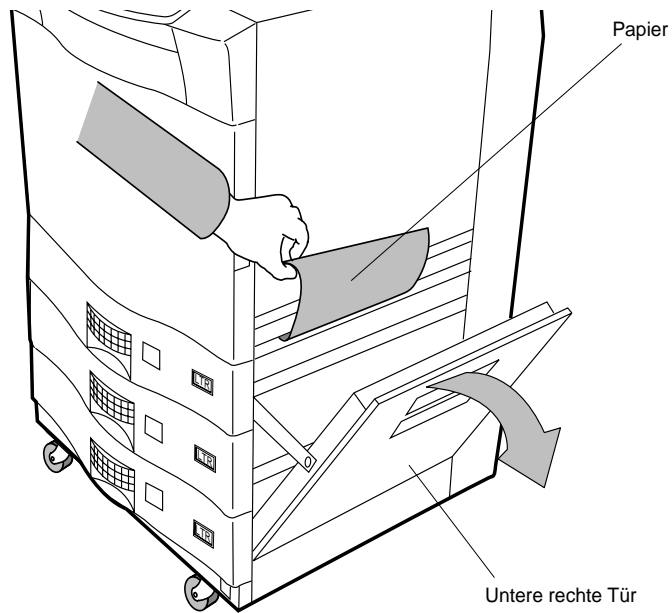
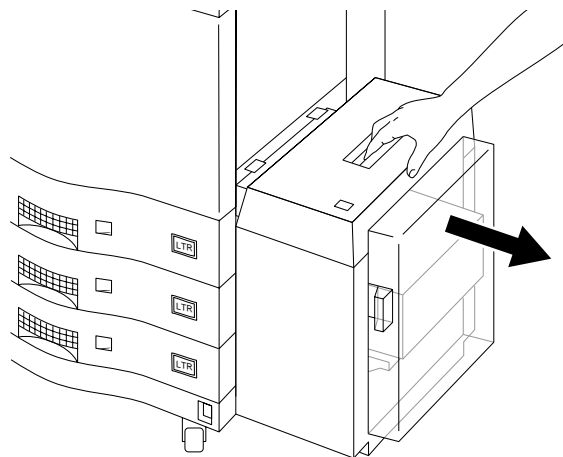

Abbildung 3-37 Entfernen von Papier von der rechten Türöffnung
Abbildung 3-38 Entriegeln der HLZ-Einheit
1. Senken Sie Abdeckung auf der rechten Seite ab (Abbildung 3-37). Wenn eine HLZ-Einheit installiert ist, entriegeln Sie diese und ziehen Sie sie vom Drucker weg (Abbildung 3-38).